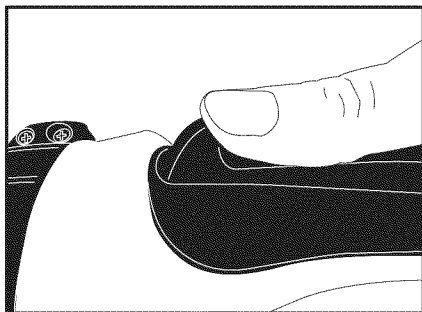

Figure 9
2. Appuyer vers l'avant sur l'interrupteur sur lequel le pouce repose (il s'agit de l'interrupteur de sécurité). (Voir figure 9.)